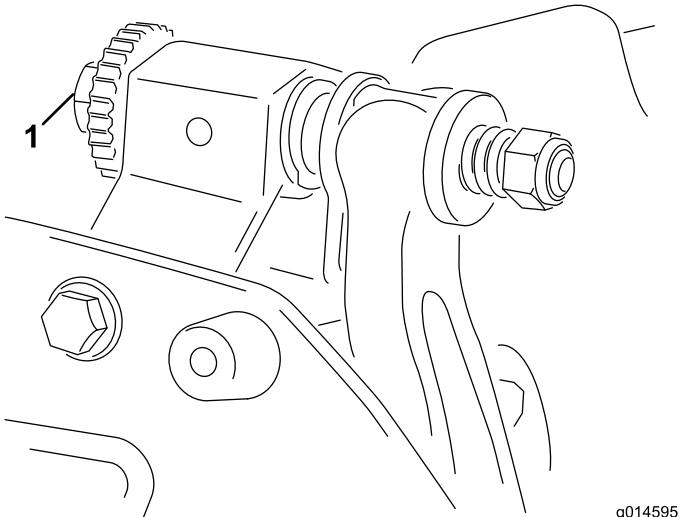

Figura 4
1. Coloque la máquina en una superficie de trabajo plana y nivelada. Asegúrese de eliminar el contacto con el molinete girando los tornillos de ajuste de la barra de asiento en el sentido contrario a las agujas del reloj (Figura 4).